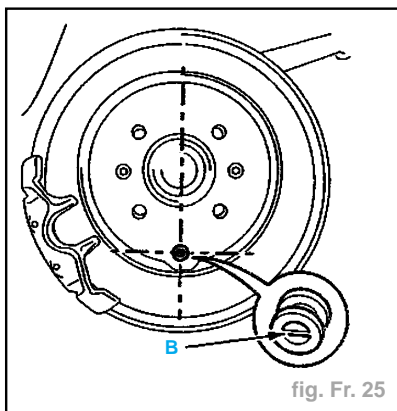

fig. Fr. 25
- Positionner la lame (B) de l'obturateur perpendiculairement à l'axe passant par le centre du disque et le centre du trou (fig. Fr. 25).